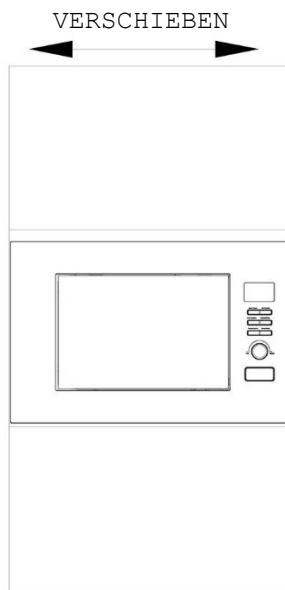

Abb. 3
c) Verschieben Sie das Produkt parallel zum Küchenschralk entsprechend der Pfeilrichtung in der Abbildung, und halten Sie es in der Mitte. (Abb. 3)